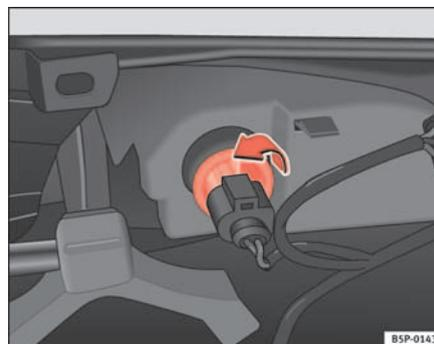

Fig. 185 Indicatore dal lato interno del paraurti
- Girare il portalampade verso sinistra, ed estrarlo seguendo il senso della freccia ⇒ fig. 185.